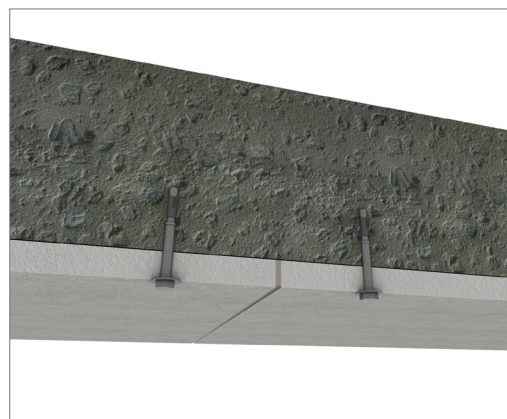

Figura 2: Junta de dilatación
- Si el espacio entre paneles excede de 3 mm, pero menos de 6mm, el agujero de la junta se debe rellenar con silicona intumescente PassiveTec® XT, como se muestra en la figura 2.